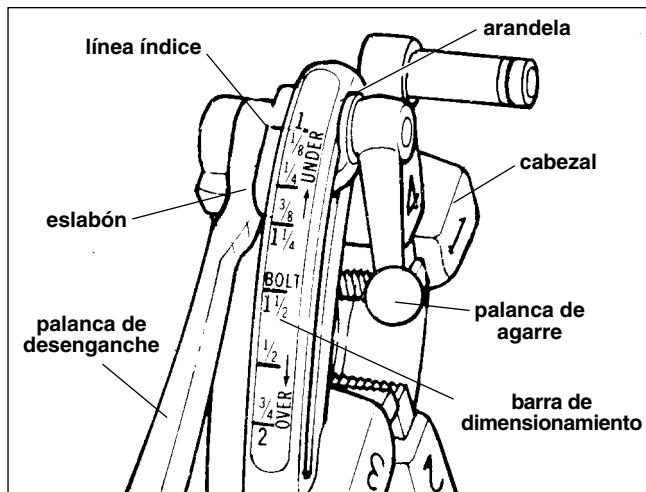

Figura 12 – Cabezal de Terrajas Universal de Apertura Rápida
5. Cabezal de Terrajas de Apertura Rápida No. 811A (*Figura 12*). Gire la palanca de desenganche a la posición de CLOSED (cerrada).
10. Cabezal de Terrajas de Apertura Rápida No. 811A (*Figura 12*). Completada la rosca, levante la palanca de desenganche para retraer las terrajas.
iNOTA! El Cabezal de Terrajas Universel No. 811A (*Figura 12*) para roscas a mano derecha requiere cuatro juegos de terrajas para roscar tubos de entre $\frac{1}{8}$ a 2 pulgadas de diámetro. Se requiere un juego de terrajas para cada una de las siguientes gamas de dimensión de tubo: ($\frac{1}{8}$ pulg.), ($\frac{1}{4}$ a $\frac{3}{8}$ pulg.), ($\frac{1}{2}$ a $\frac{3}{4}$ pulg.) y (1 a 2 pulgs.). No existen disponibles terrajas para tubos de $\frac{1}{8}$ pulgada para el cabezal de terrajas a mano izquierda. El roscado de pernos requiere un juego distinto de terrajas para cada dimensión de perno. No hay disponibles terrajas para pernos para los cabezales de terrajas universales a mano izquierda.